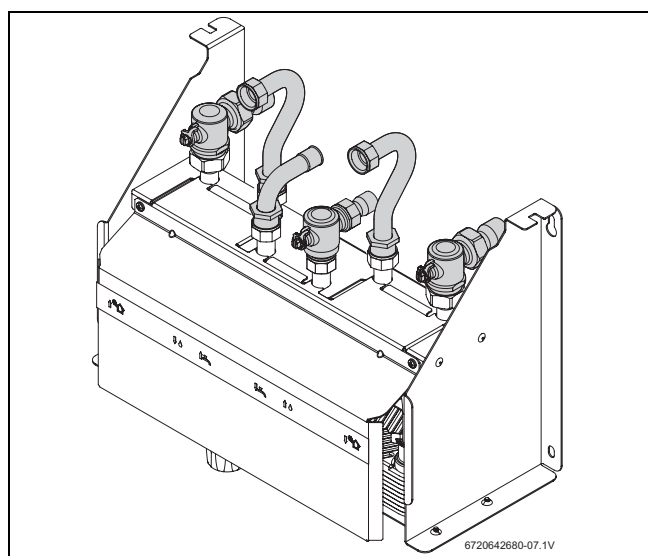

Fig. 7 Ligações de água (modelo com válvula misturadora termostática)
► Efectuar as ligações conforme as Figs. 7 e 8.